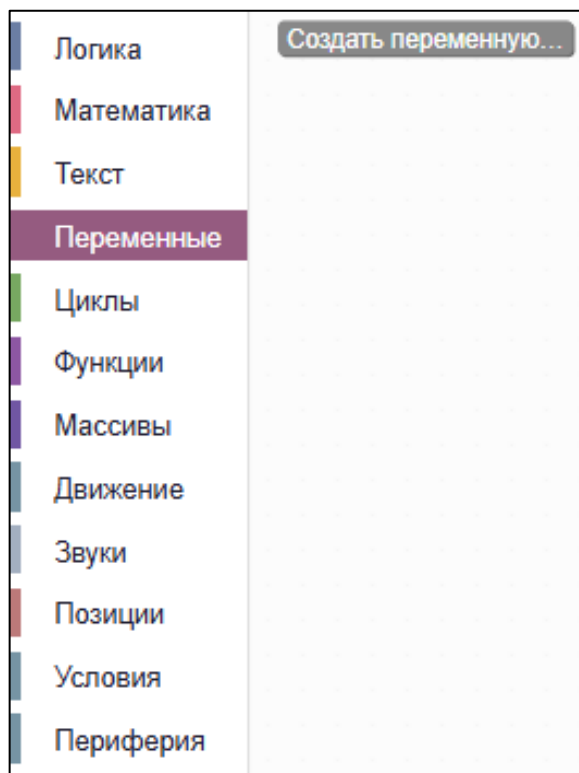

Рисунок II-15 – Раздел «Переменные»
- Раздел «Переменные» – блоки для создания переменных (см. Рисунок II-15).